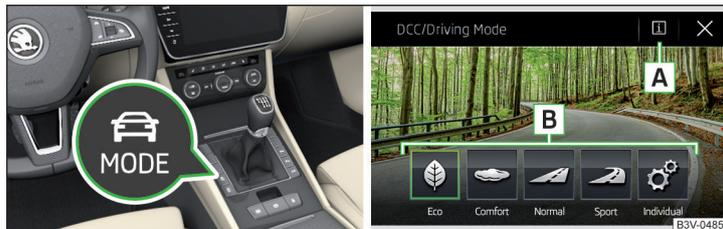

Abb. 303 **Taste für die Auswahl des Fahrmodus / Anzeige im Infotainmentbildschirm**
➤ Die Taste  » Abb. 303 drücken.
Im Infotainmentbildschirm werden die folgenden Funktionsflächen angezeigt » Abb. 303.
▶ Durch Antippen der entsprechenden Funktionsfläche im Infotainmentbildschirm » Abb. 303.